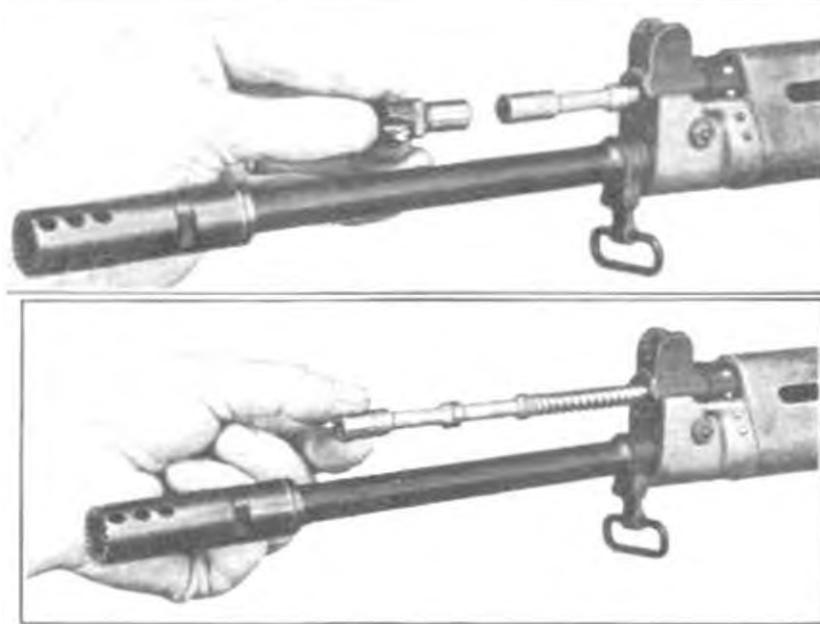

Рисунок. 5.25 – Зняття поршня
- 1) Вийміть поршень і його пружину з газової трубки (рисунок 5.25).